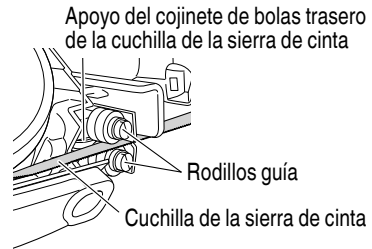

Fig. 25
3. Inspección de los soportes del cojinete de bolas trasero de la cuchilla de la sierra de cinta (Fig. 25)